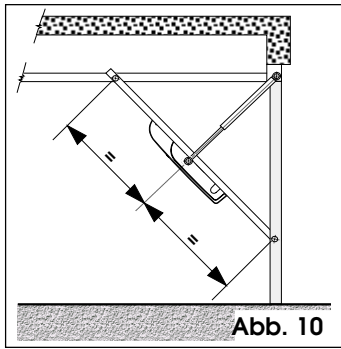

Abb. 10
• **Kipptor mit Deckenlaufschiene (Abb. 10)**